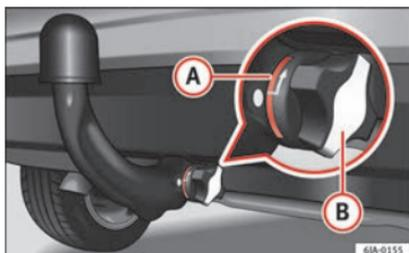

Fig. 200 La barra a testa sferica è fissata correttamente.
- Il settore rosso **A** » **fig. 200** sulla manopola è rivolto verso il settore bianco della barra a testa sferica.